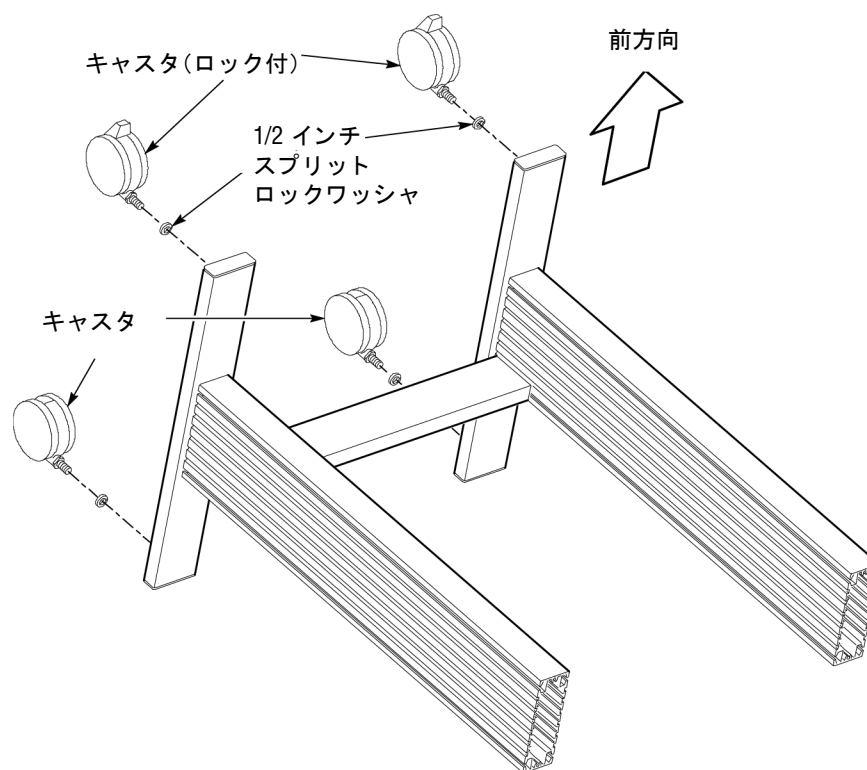

図 5: キャスタの取り付け
- 図 5 に示すように台車を倒します。脚部の両端にキャスタを取り付けられるように台車を置きます。